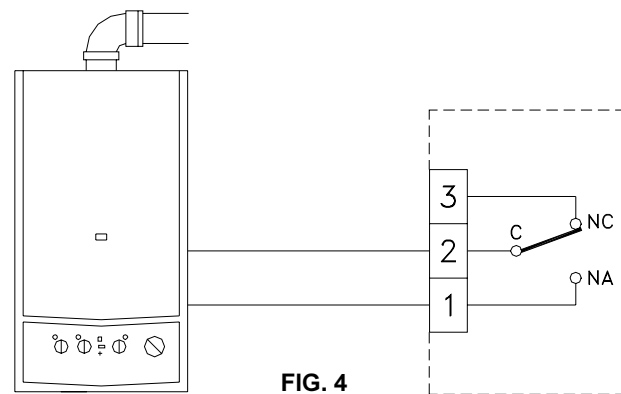

FIG. 4
- Como se indica en el esquema de Fig. 4 conectar los cables de la caldera a los bornes 1 y 2, (el relé intercambia el contacto por aumento/disminución de temperatura). Insertar la bornera en el compartimiento original, presionándola delicadamente hacia la base hasta que la pestaña haga clic.